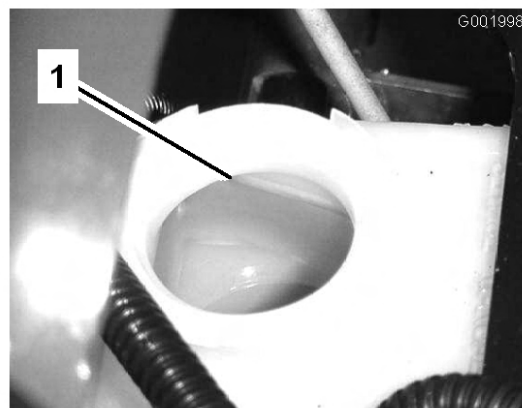

図 60
2. タンクの FULL マークまでオイルが入っているのを確認する (図 60)。